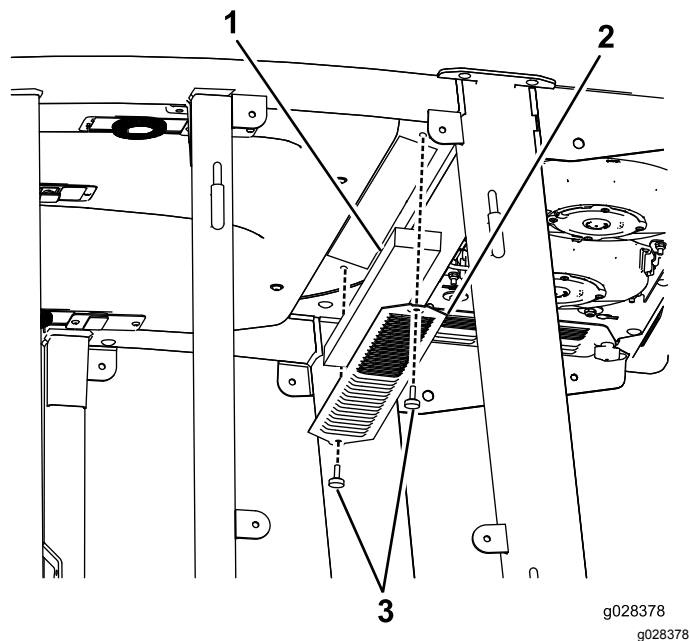
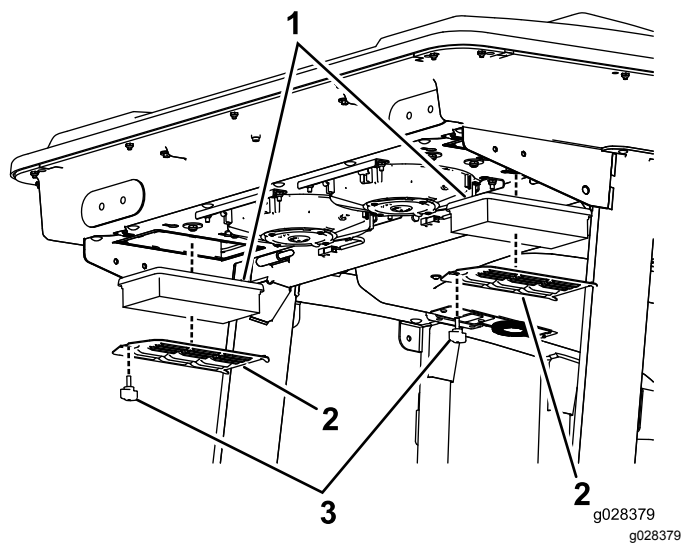

Figura 133
Figura 134
1. Retire los tornillos moleteados y las rejillas que cubren el filtro interior y el filtro trasero de la cabina (Figura 133 y Figura 134).